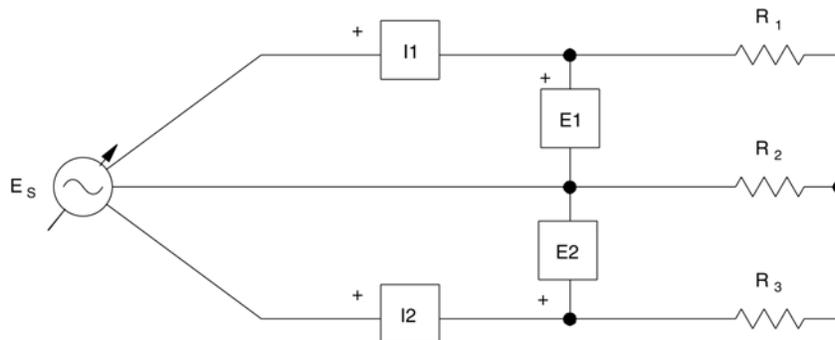

Figure 6-13. Mesure de la puissance totale à l'aide de la technique des deux wattmètres.
12. Remontez le circuit comme à la figure 6-13, afin de mesurer la puissance totale de la charge à l'aide de la technique des deux wattmètres.